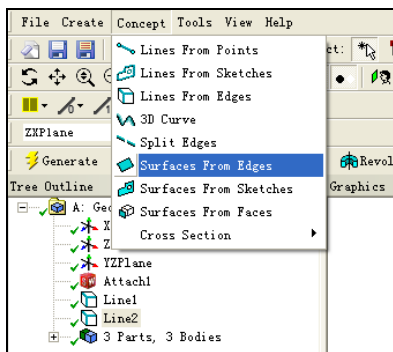

图 2-70 执行边生成面体命令
**步骤 01** 选择菜单栏中的 **Concept (概念) → Surfaces From Edges** 命令 (通过边生成面体), 如图 2-70 所示, 执行通过边生成面体命令。